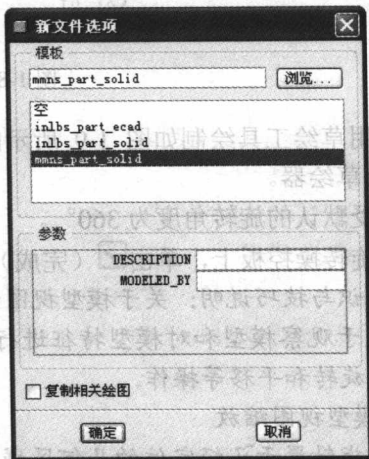

图 1-6 “新文件选项”对话框
3) 在“新建”对话框上, 单击“确定”按钮, 弹出如图 1-6 所示的“新文件选项”对话框。